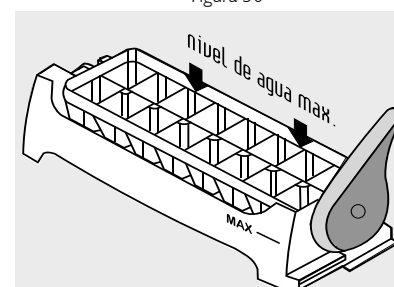

Figura 31
- Llene la cubeta hasta el nivel máximo de agua indicado en la parte superior de la cubeta. (Figura 31).
Al cargar y colocar el soporte de la cubeta, la zona señalada (figura 31) debe de permanecer libre de agua, de lo contrario se puede volver a presentar que el soporte se quede pegado y reventarse si se le realiza un esfuerzo indebido para retirarla.